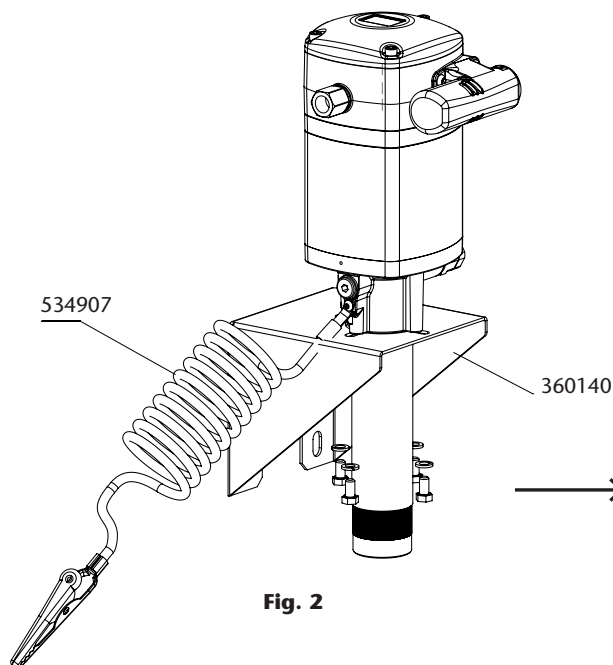

Fig. 2
- Montage mural et fixation par bride avec vis. Insérez la pompe à travers le support mural (360140) et la fixer avec 4 vis M8 (Fig. 2).